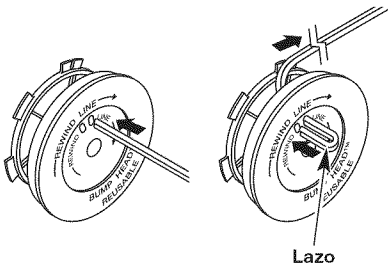

Fig. 18
8. Tome aproximadamente 2.7 m (9 pies) de nueva línea de corte. Inserte un extremo de la línea a través de uno de los orificios del carrete interior (Fig. 18). Pase la línea a través del carrete interior hasta que queden sólo 4 pulgadas fuera.
9. Inserte el extremo de la línea en el orificio abierto del carrete interior y tire de la línea en forma ajustada a fin de que el lazo sea lo más pequeño posible (Fig. 18).